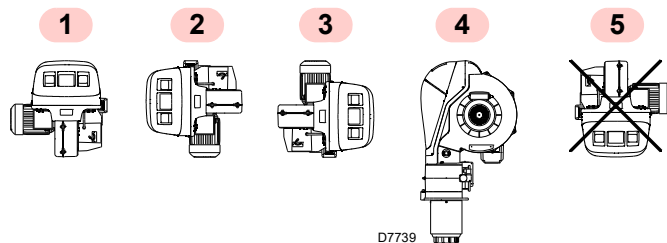

Fig. 12
- Le brûleur est exclusivement prévu pour fonctionner dans les positions 1, 2, 3 et 4 (Fig. 12).